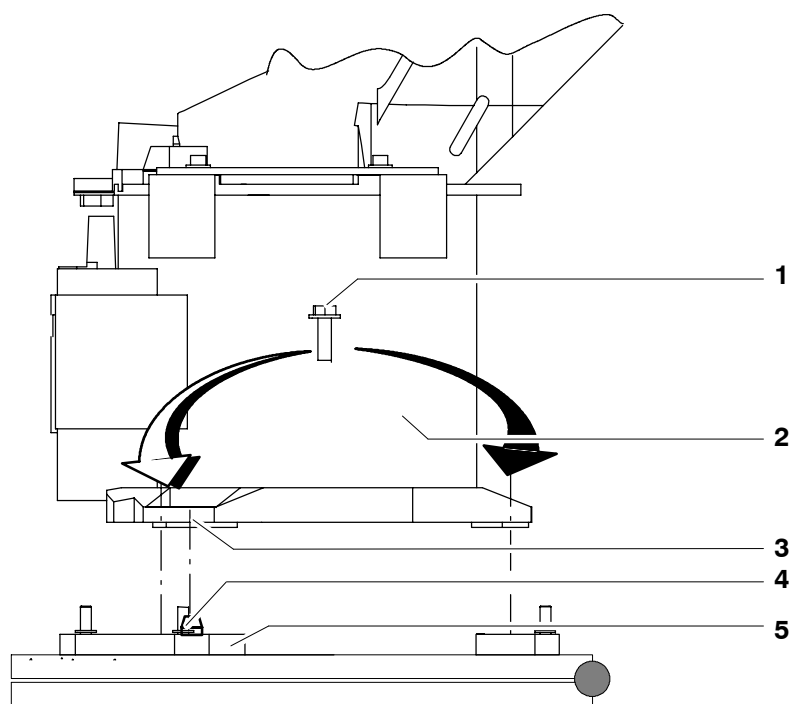

Fig. 67 Fixation du robot sur la fondation d'acier basculable (console)
- (3) Poser le robot (Fig. 67/2) verticalement sur la fondation d'acier basculable (5) placée à l'horizontale (0°). Si le robot est posé à l'aide d'un dispositif de levage, il est impératif qu'il soit exactement à la verticale pour empêcher un endommagement des boulons d'appui.